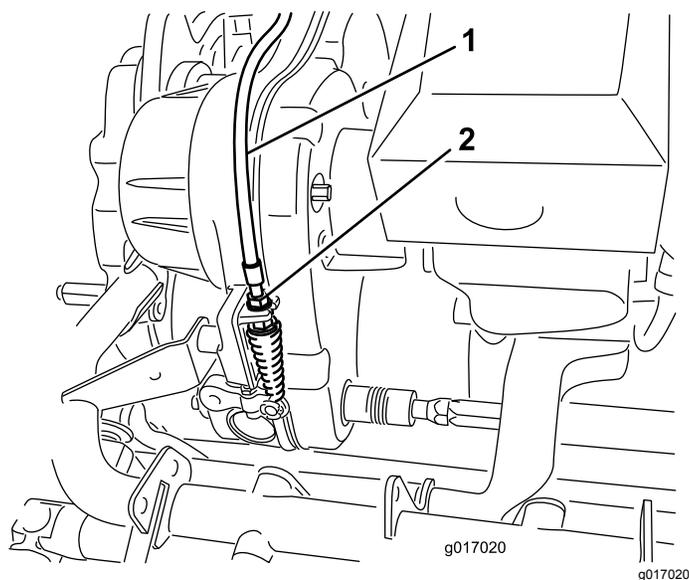

Figura 49
2. Nel supporto della trasmissione, regolate il cavo di comando del cilindro (Figura 49) per ottenere la lunghezza della molla di 70,6 mm - 72,4 mm.